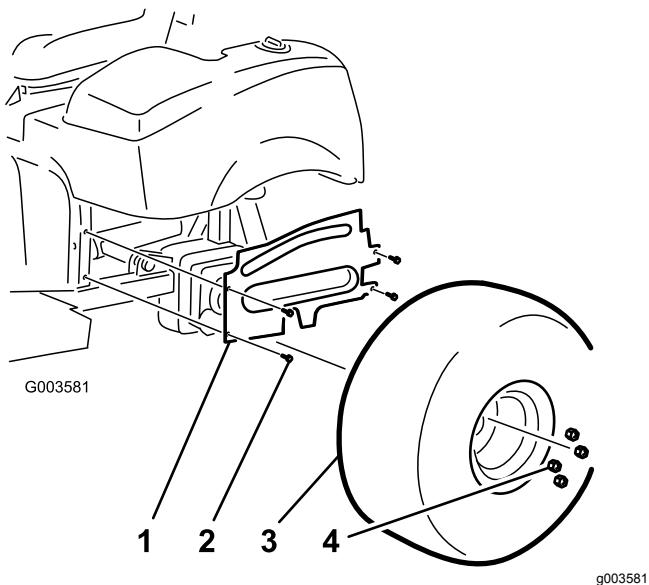

Figura 38
- Remova os quatro parafusos de cabeça flangeada que prendem o resguardo da roda do lado esquerdo à estrutura (Figura 38).
- Instale o pneu esquerdo traseiro (Figura 38).